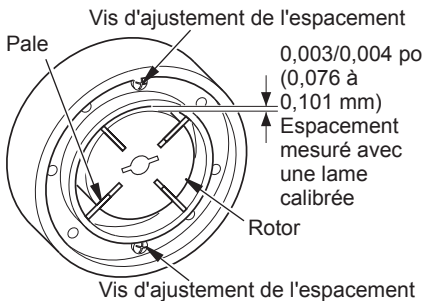

Figure 30 - Emplacements des vis d'ajustement de l'espacement
9. Vérifiez l'écart sur le rotor. Ajustez à 0,076/0,101 mm (0,003"/0,004") au besoin (voir figure 30, page 15). **Remarque :** donnez un tour complet au rotor pour assurer que l'écart est de 0,076/0,101 mm (0,003"/0,004") à sa position la plus serrée. Ajustez au besoin.